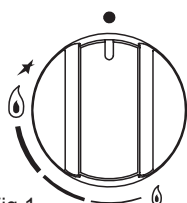

Fig.1
Tourner dans le sens inverse des aiguilles d'une montre le bouton correspondant jusqu'à la position de maximum (grande flamme, fig.1) et appuyer sur le bouton.
possible d'allumer les brûleurs avec des allumettes en positionnant le bouton sur le point d'allumage (grande flamme, fig.1).
- Contrôler toujours que les boutons sont sur la position "fermé" (voir fig.1) quand l'appareil ne fonctionne pas.
- Si la flamme s'éteint accidentellement, après quelques secondes, la soupape de sécurité interrompt automatiquement l'arrivée du gaz. Pour rétablir le fonctionnement, reporter le bouton au point d'allumage (grande flamme, fig.1) et appuyer sur le bouton.